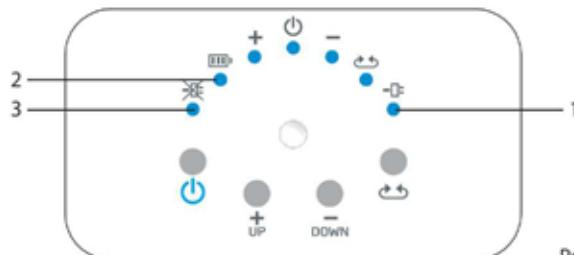

Рис. 3
Эксплуатация вентилятора модели TEF F12 FH5 (рис. 3, 4).
- Нажмите кнопку «» на панели управления (рис.3) или на ПДУ (рис. 4)